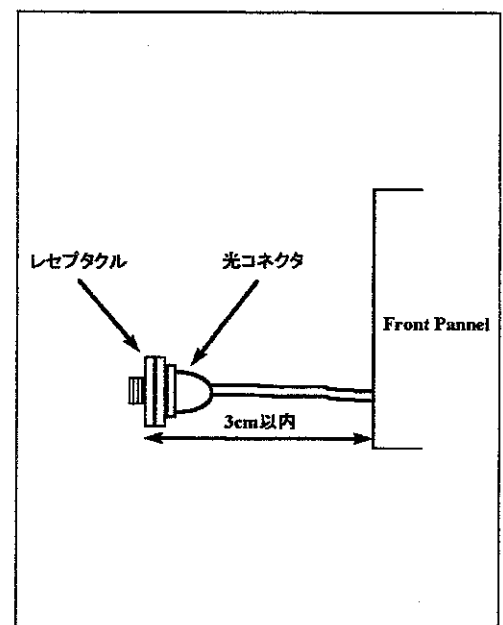

図 2-4 コネクタ清掃②
- (2) レセプタクルを3 cmほど引き抜きます。(レセプタクルを無理に引き抜かないで下さい。光ファイバの破断の原因になります。) [図 2-4 参照]